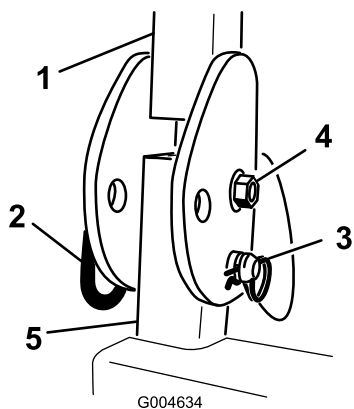

Figura 14
11. Coloque el conjunto del ROPS sobre los postes del ROPS. Instale el perno, la tuerca, la chaveta y el pasador que sujetan cada conjunto ROPS a los postes del ROPS (Figura 14).